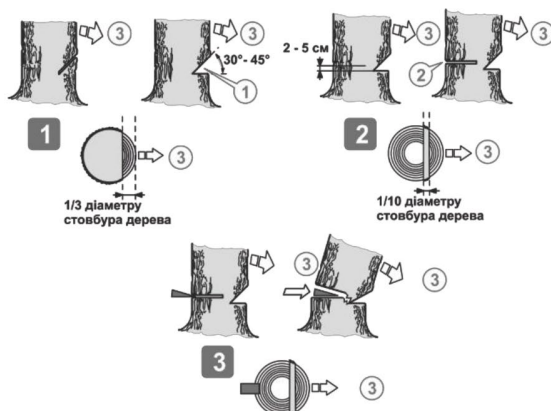

Рисунок 10. Схема послідовності дій під час валки дерева.
Існує спосіб змусити спіяне дерево впасти у необхідне місце (рис. 10).
2. Визначити напрямок, у якому буде падати спиляне дерево з урахуванням напрямку вітру, передбачити маршрут відходу під час падіння дерева (треба відійти від стовбура у протилежному від падіння напрямку, принаймні на 3 м, щоб уникнути удару після відкидання стовбура назад на пень (рис. 10).
4. Підготувати шлях відходу, який повинен бути спланований з урахуванням напрямку падіння спиляного дерева (рис. 10, 11).
6. Починати пилити дерево з того боку (1, рис. 10), куди воно має впасти. Зробити клиноподібний розпил (1, рис. 10) під кутом 30–45 градусів, глибина якого приблизно дорівнює 1/3 від товщини стовбура.
7. Виконати пропил (2, рис. 10) з протилежного боку від клиноподібного розпилу. Завершити розпилювання тоді, коли до внутрішнього краю клиноподібного розпилу залишиться приблизно 1/10 діаметра стовбура.
Центральна частина стовбуру, яка залишилася нерозпиленою, під час падіння дерева, виконає роль напрямної для напрямку падіння (3, рис. 10).